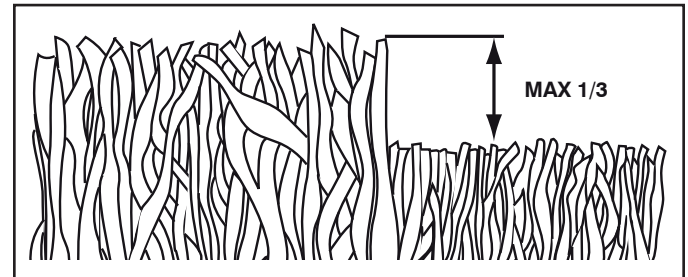

FIG. 12
- Para obtener los mejores resultados, ajuste la altura del corte de la podadora de modo que ésta corte solamente el tercio superior de las hojas de césped. En el caso de que el césped haya crecido demasiado, puede ser necesario el elevar la altura del corte para reducir el esfuerzo necesario para empujar la podadora y para evitar sobrecargar el motor, dejando montones de recortes de césped. Para un césped muy pesado, reduzca el ancho del corte pasando por encima del lugar anteriormente cortado y siegue lentamente (vea Fig. 12).